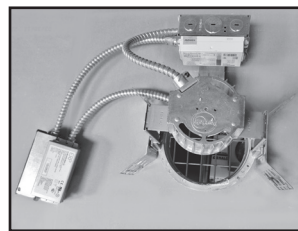

Figura 17
- Coloque la unidad del controlador adaptador lejos de la abertura del techo/alojamiento y ponga el controlador hacia arriba (Figura 17).